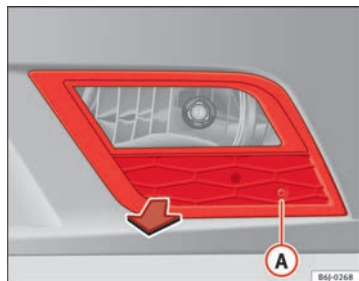

Abb. 146 Nebelscheinwerfer
- Entfernen Sie die Schraube ⇒ Abb. 146 (A) mit einem Schraubendreher aus dem Gitter des Nebelscheinwerfers.